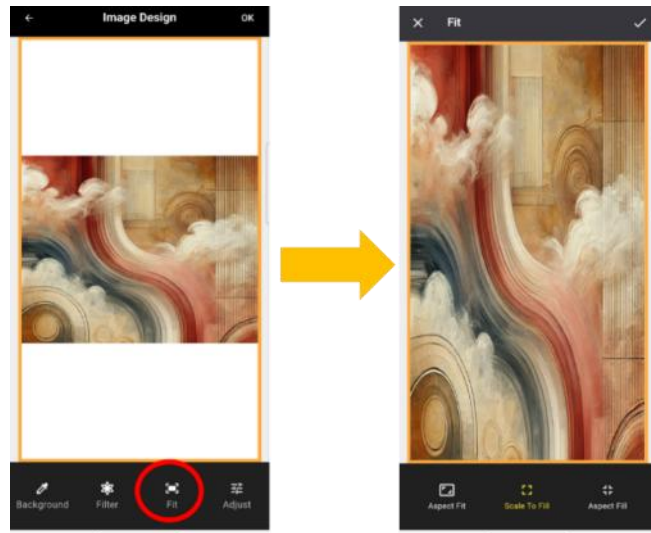

Figure 13-2: Fit: Scale Fit
2. **Scale Fill:** 콘텐츠를 강제로 확대 또는 축소하여 화면을 가득 채우며, 종횡비가 왜곡될 수 있습니다. (Figure 13-2)